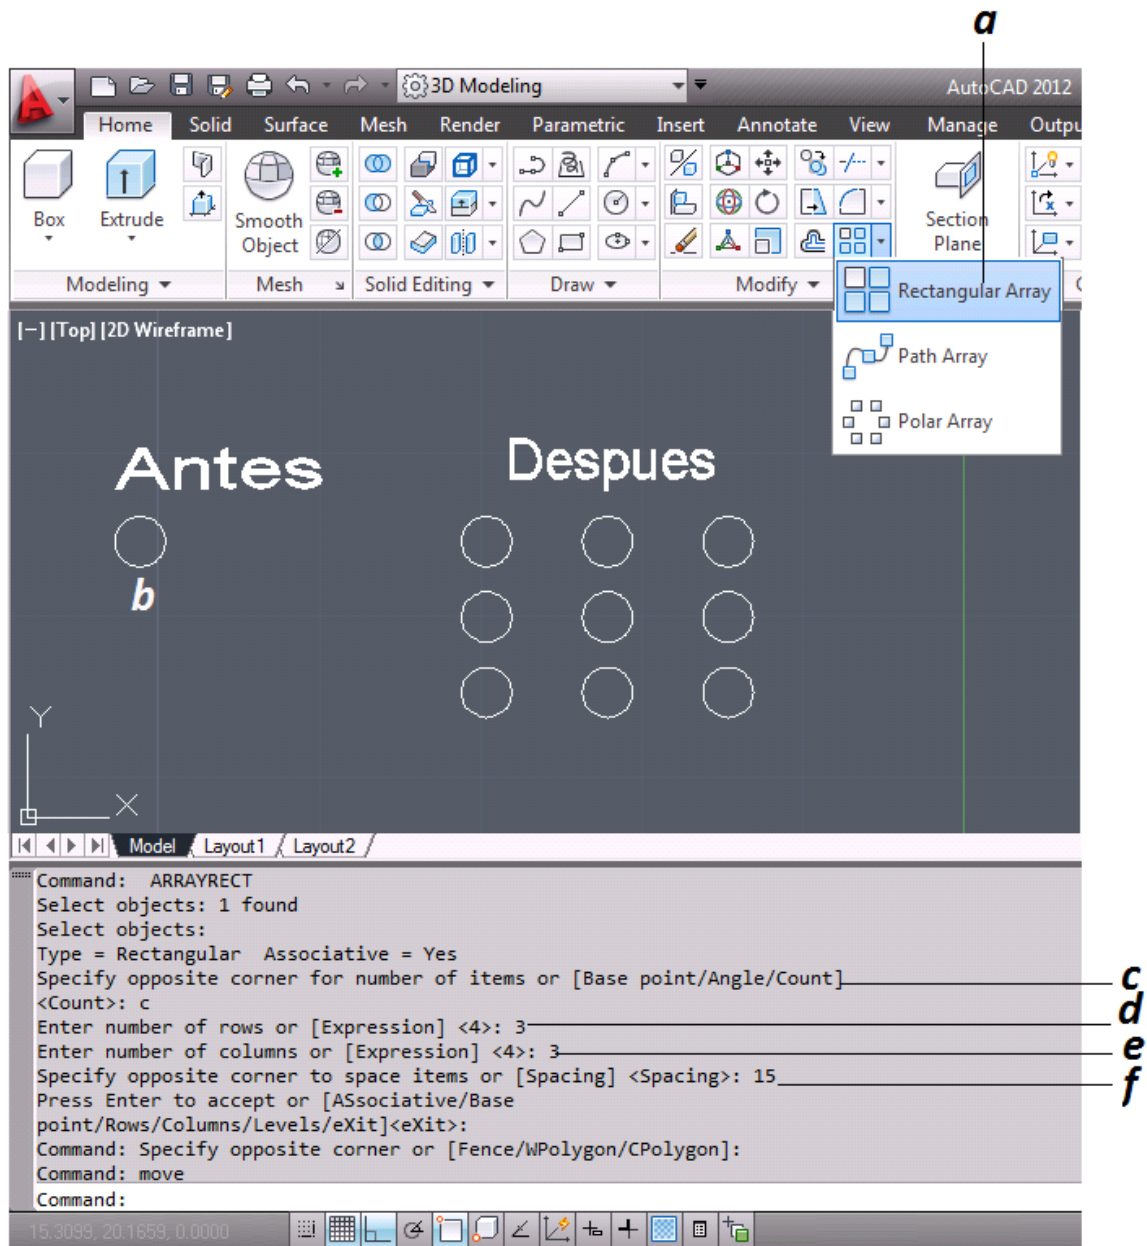

Figura 3.33 Modificación de Entidades “Matriz Rectangular”
- a. Se selecciona el icono del comando Matriz Rectangular (*figura 3.33*).
- b. Se selecciona el objeto que se repetirá y se da enter (*figura 3.33*).
- c. Se ingresa T (C) para elegir la opción *Total (Count)* y se da enter (*figura 3.33*).
- d. Se ingresa 3 que será el número de filas de la matriz y enter (*figura 3.33*).
- e. Se ingresa 3 que será el número de columnas de la matriz y enter (*figura 3.33*).
- f. Se introduce 15 que será el espacio entre cada una de las filas y columnas y enter (*figura 3.33*).